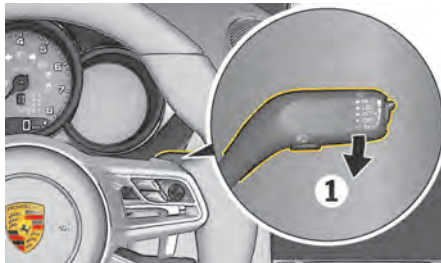

図 239: ワイパー レバー
1. ワイパー レバーを下方向(図.239、1)に1回動かしてください。